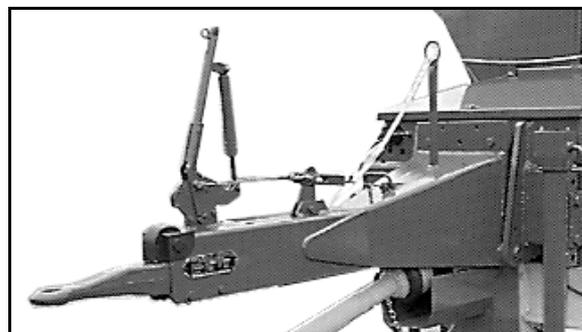

Fig. 22
- Zugdeichsel (Fig. 22) mit Auflaufbremse und Rückfahrautomatik